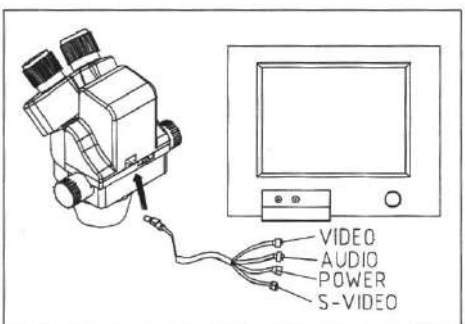

Рисунок 10
1. Подключите кабель ПАВ (восьмижильный, выход S) к цифровой панели стереомикроскопа (см. рисунок 10).